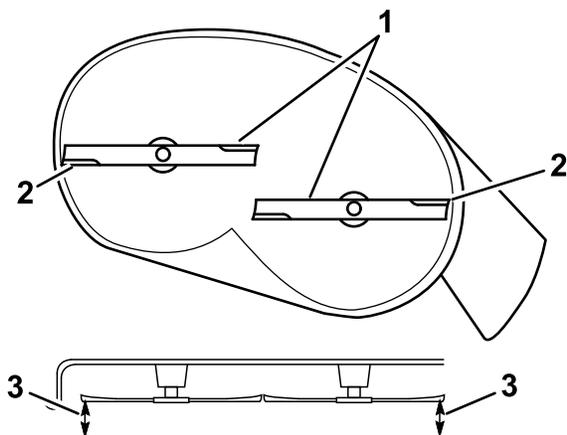

Рисунок 66
5. Измерьте расстояние от наружных режущих кромок до плоской поверхности (Рисунок 66).